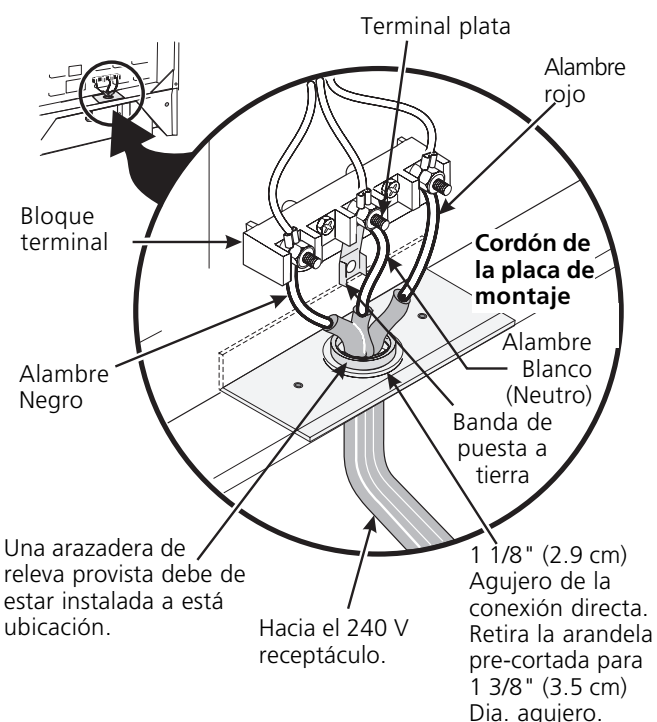

Figura 4
**Nota:** La cocina corrediza fuel dual viene de fabrica con un agujero d diametro 1 1/8" (2.9 cm) como muestra en la figura 4. Si un agujero mas largo está necesario retire la arandela pre-cortada.
(Un cordón flexible o cable de 3 conductores debe de ser reemplazado con un cordón flexible o cable de 4 conductores donde la conexión del conductor a tierra al neutro esta prohibida en las nuevas instalaciones, las casas sobre ruedas, los vehículos de recreación o otras áreas donde los códigos locales no permiten la conexión a tierra al neutro.) si los códigos locales permiten la conexión del conductor de tierra del marco con el alambre neutro del cordón eléctrico de cobre (vea Figura 4).